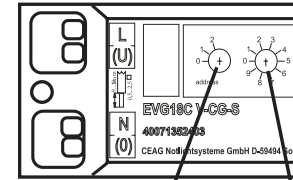

Bild 1/Fig. 1
Die Netzverbindung ist an den Klemmen L(U), N(0) herzustellen. (Bild 1)
The mains connection has to be set to terminals L(U) and N(0). (Fig. 1)